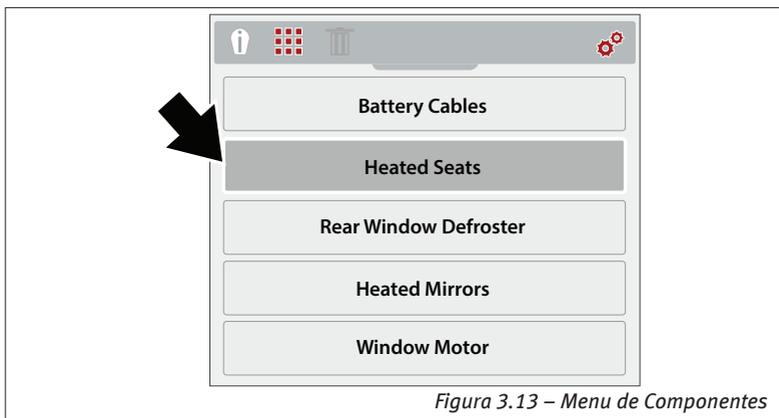

Figura 3.13 – Menu de Componentes
- Selecione uma opção do menu de componentes (Figura 3.13).